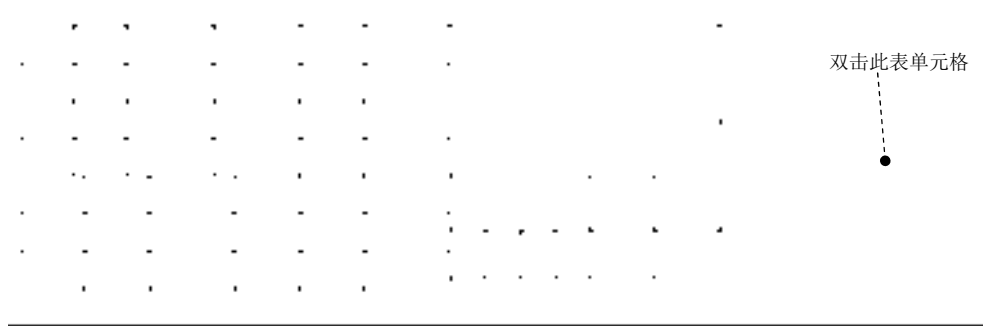
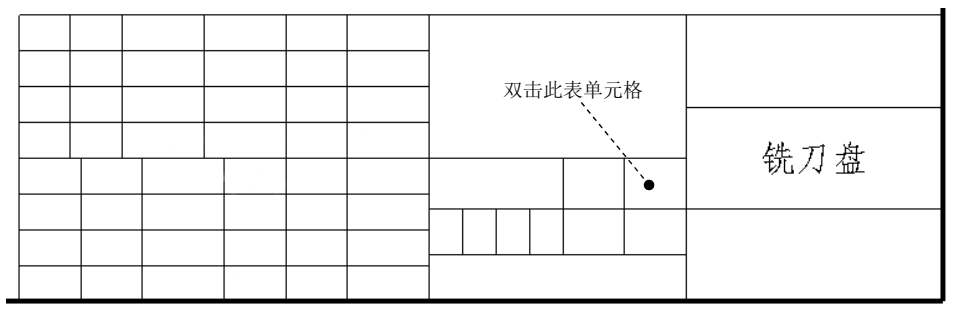

图 6.4.7 合并单元格结果
图 6.4.8 输入文本
Step10. 由于需要合并的单元格繁多，这里不详细说明；合并结果如图 6.4.7 所示。
Step11. 接下来向表格中输入文字，双击图 6.4.7 所示的单元格。
(1) 单击 **样式** 按钮右侧的 按钮，此时系统弹出“文本样式”对话框，然后将上一步输入的文本“铣刀盘”选中。
(2) 在 **字符** 区域中取消选中 **默认** 复选框，然后在 **字体** 下拉列表中选择 **FangSong_GB2312** 选项。
(3) 在 **高度** 文本框后取消选中 **默认** 复选框，在文本框中输入文本高度值 5。
(4) 在 **注解/尺寸** 区域中取消选中 **默认** 复选框，然后在 **水平** 下拉列表中选择 **中心** 选项；在 **竖直** 下拉列表中选择 **中间** 选项。单击 **确定(O)** 按钮，输入后结果如图 6.4.8 所示。
Step14. 继续双击图 6.4.8 所示的单元格。在单元格里输入文本“比例”，文字高度设置为 3，其他参数同上。